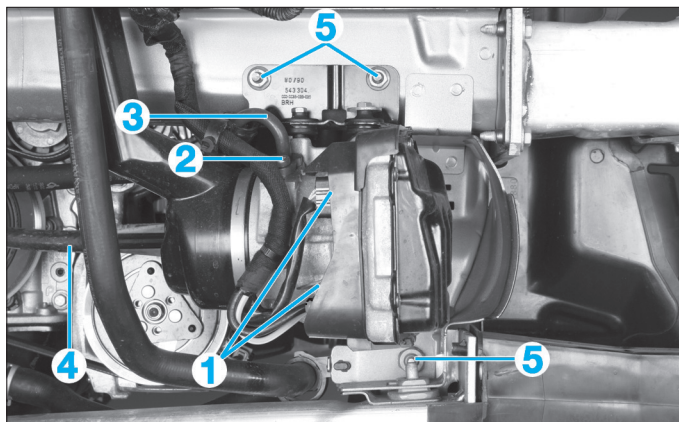

Fig. 18
- Débrancher les connecteurs (1) et (2) (Fig.18).
- Déposer la vis (2).
- le tuyau (3),
- la durit (4).
- les fixations (5),